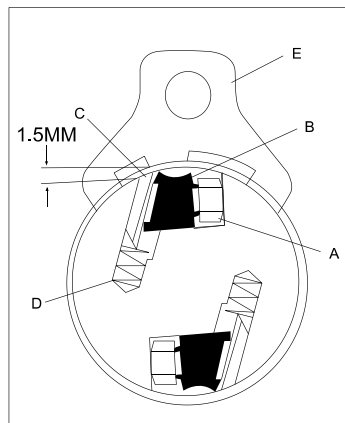

Рис. 5
Ослабьте фиксатор ножа (B) поверните винт (A) по часовой стрелке. Ножи выйдут наружу под действием пружины (D). Выньте нож (C) и затем фиксатор ножа (B) (Рис.5)
Установка ножей (Рис.5)